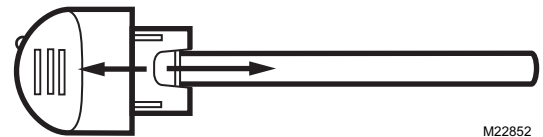

Fig. 18. Desconecte del soporte el vidrio de la lámpara.
5. Sujete el soporte de la lámpara con una mano y el vidrio de la lámpara con la otra, y tire para separarlos. Vea la Fig. 18.